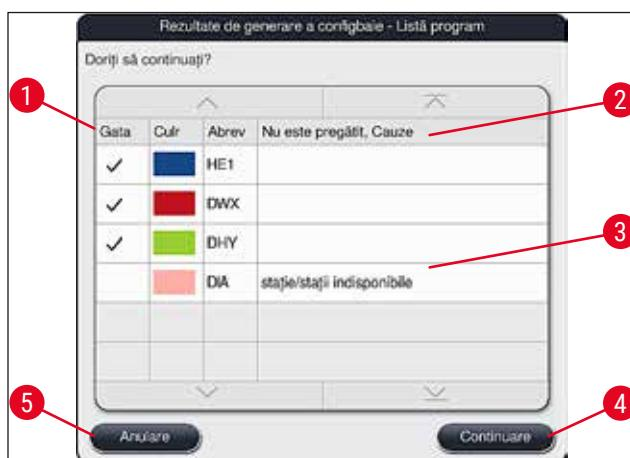

Fig. 52
- Dacă au fost selectate mai multe programe decât pot fi integrate în Configbaie, utilizatorul este informat prin afișarea **Rezultate de generare a configbaiei** (→ "Fig. 52"). Programele integrate în mod reușit sunt marcate cu un semn de bifare în coloana **Gata** (→ "Fig. 52-1").